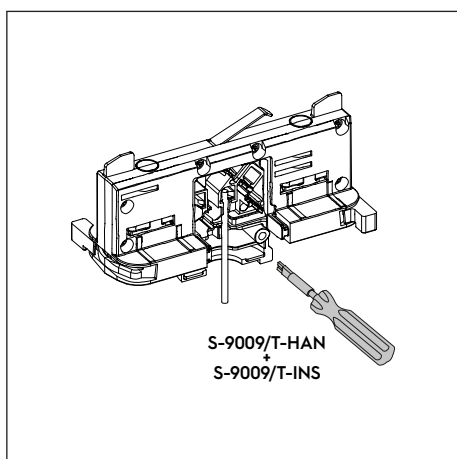
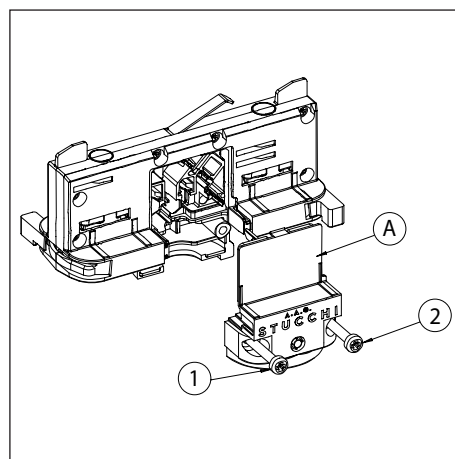

Fig. 1 Cablaggio dell'adattatore
Fig. 2 Chiusura dell'adattatore
Per il cablaggio dell'adattatore utilizzare cavi con sezione AWG12 in base alla valore di corrente del faretto e di tipo cordato e stagnato. Cablare i cavi dell'adattatore (fig.1) utilizzando l'apposito inserto (da ordinare separatamente), rispettando le giuste polarità marcate sull'adattatore (L / N / T / D+ / D-). Spingere il cavetto fino a che risulta completamente inserito nel contatto ruba corrente. Sono previsti due tipi di blocca cavi: S-9009/10-... (semplice) e S-9009/BC-... (con grano in plastica di blocco), entrambi per guaine di diametro compreso tra 0,24" e 0,35". Per fissare l'apparecchio di illuminazione all'adattatore è possibile utilizzare uno degli accessori previsti: S-9009/M10+S-9009/D-10, S9009/M10+S-9009/D-10 e S-9009/51 (attenzione con questi 3 accessori non è possibile utilizzare il blocca cavo S-9009/BC-...). Una volta cablato e fissato l'apparecchio all'adattatore, chiuderlo con il rispettivo coperchio (A) utilizzando le due viti (1 e 2). Coperchio e viti sono fornite con l'adattatore (fig.2)